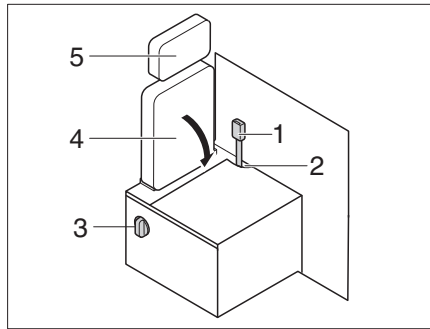

Bild 220 Ombyggnad körning – boende
- Ta bort nackstödet (Bild 220,5) (se kapitel 5.7).
- Sätt in spännet (Bild 220,1) i öppningen (Bild 220,2).
- Använd vridspaken (Bild 220,3) och fäll ner ryggstödet (Bild 220,4).
▷ Gör momenten i omvänd ordning när du byter från boende till körning. Se till att spännet förs genom öppningen (Bild 220,2).